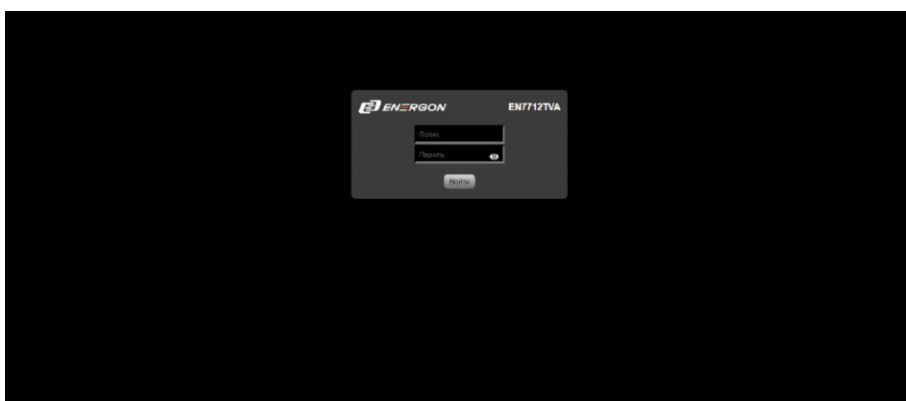

Рисунок 1
2. После получения данных для работы с ПО пользователю необходимо перейти по ссылке на страницу входа и ввести логин и пароль, после чего авторизоваться по кнопке «Войти» (рис. 1).